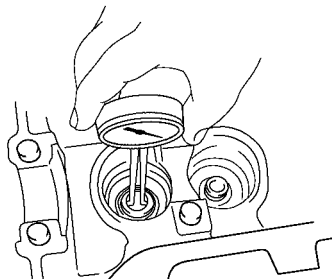

图 1-34 测量气缸盖上气门导管安装孔的直径
2) 使用测径规测量气缸盖上气门导管安装孔的直径, 如图 1-34 所示。